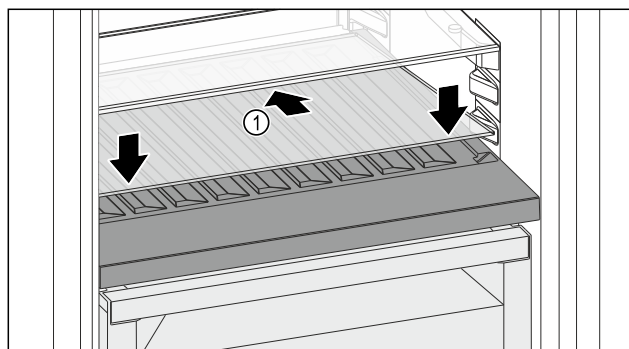

Fig. 166
- ▶ Postavite staklenu ploču Fig. 166 (1) ukoso, nagnutu straga prema dolje.
- ▶ Staklenu ploču Fig. 166 (1) podignite sprijeda.